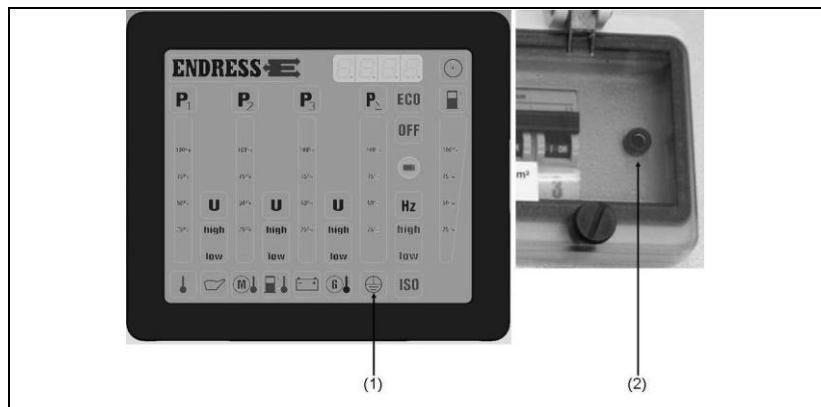

Fig. 4-6: Kontrollere jordingskabel
1. Sett testkabelen i kontakten (Fig. 4-6-(2)).
- ✓ Testlampen (Fig. 4-6-(1)) på multifunksjonsdisplayet viser resultatet: